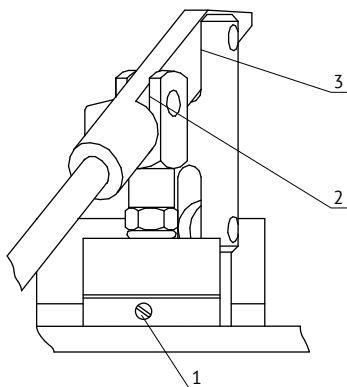

Рис. 8. Узел ручного насоса.
6.8 На ручном насосе открутите винт 1 (рис. 8) на  $\frac{1}{2}$  оборота. Плавно качайте ручным насосом до тех пор, пока из под резьбы винта 1 не перестанут выходить пузырьки воздуха. После этого закрутите винт 1 с небольшим усилием.